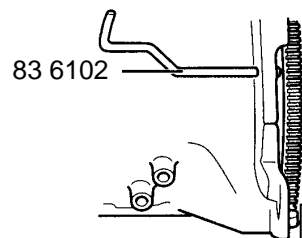

Fig.6
2) Faire tourner le moteur dans le sens normal de rotation jusqu' au point mort haut du cylindre numéro 1. On peut maintenant insérer la broche coudée au volant moteur par la fiasque arrière gauche du bloc de culasse (derrière le démarreur). Voir Fig. 6...